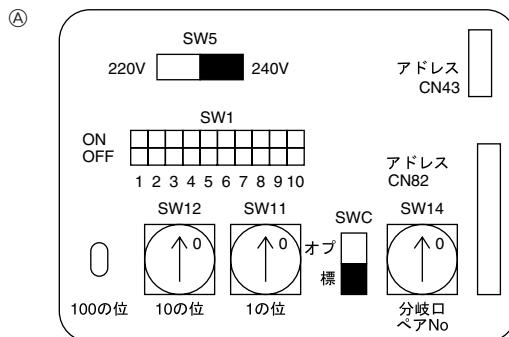

Fig. 4-4
4.3. Adreslerin düzenlenmesi (Fig. 4-4)